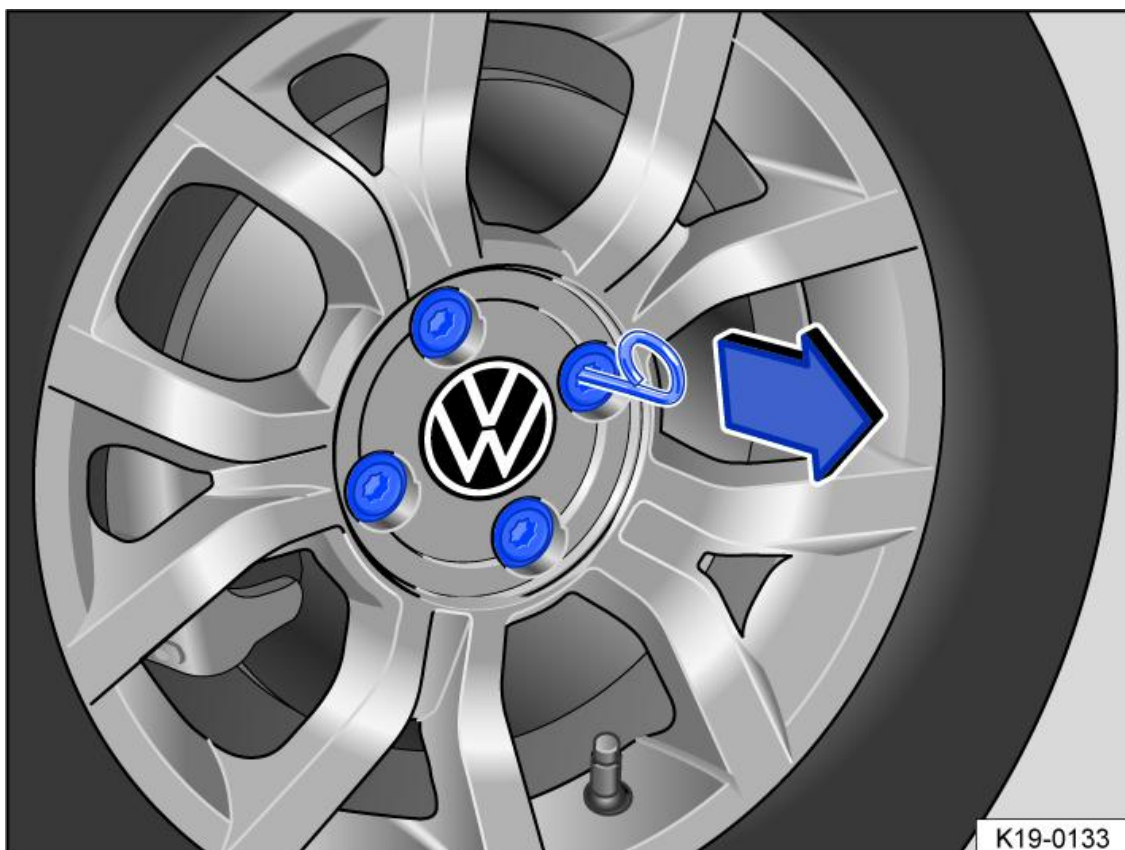

Fig. 1 Rimozione dei cappucci protettivi delle viti delle ruote
2. Infilare il gancio nel foro del cappuccio → *fig. 1* e tirare nella direzione della freccia.